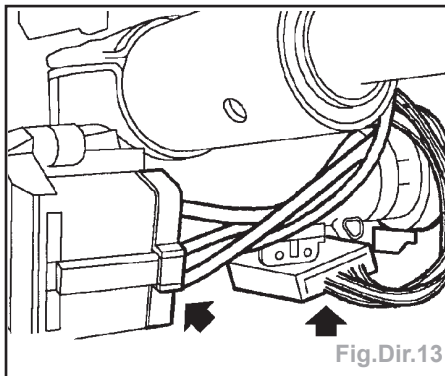

Fig.Dir.13
- Débrancher les fiches multibroches du contacteur à clef et de la bobine passive (Fig.Dir.13).